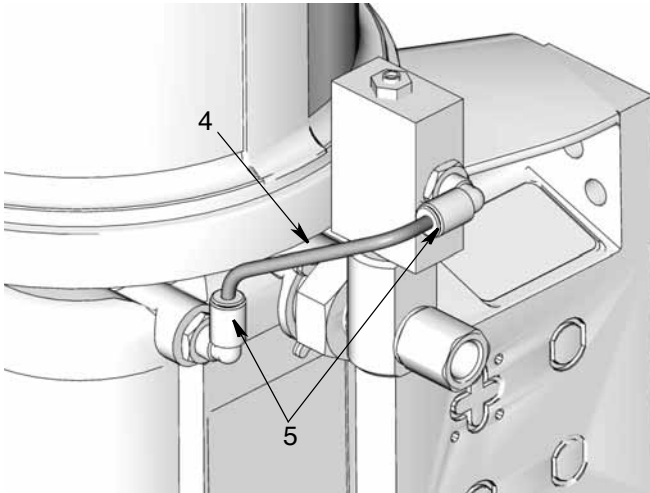

ABB. 7
14. Installieren Sie den Versorgungsschlauch zwischen den zwei Winkelstücken (5) (ABB. 7). Drücken Sie ihn in den Sitz.